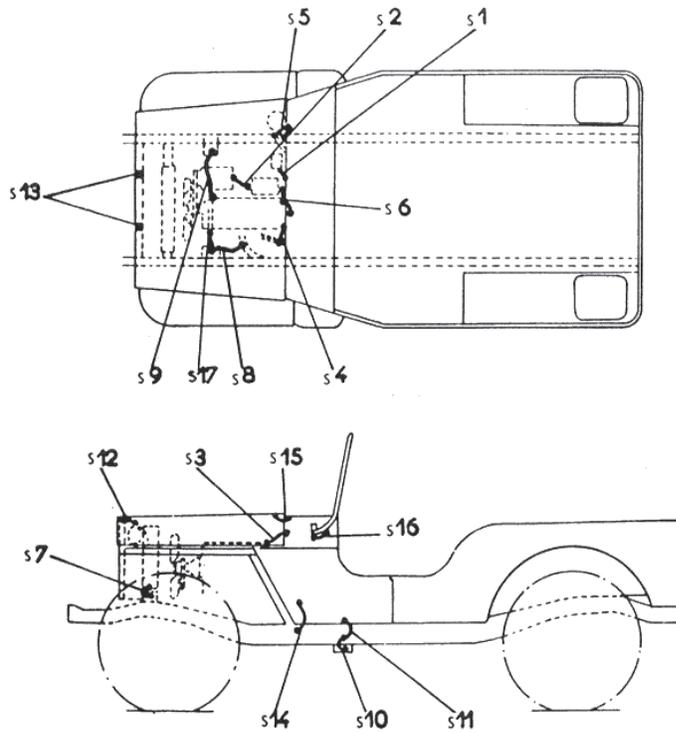

Figure 94. — Disposition des tresses d'antiparasitage et de masse
D. Mises à la masse (voir fig. 94).
- 1) Vérifier et serrer les tresses d'antiparasitage de la carrosserie (fig. 94).
- 2) Vérifier et resserrer toutes les rondelles-frein (fig. 94).
Les branchements de mise à la masse (fig. 94) doivent être propres et serrés. Les surfaces étamées doivent être propres (ne pas les recouvrir de peinture). Les rondelles freins (denture interne-externe) qui assurent le contact doivent être placées entre les pièces à mettre à la masse.